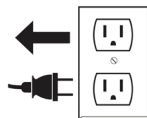

**FIGURA 18**
25. Girar el enrollador de cable 180 grados en sentido horario para regresarlo a la posición original. **FIGURA 18.**